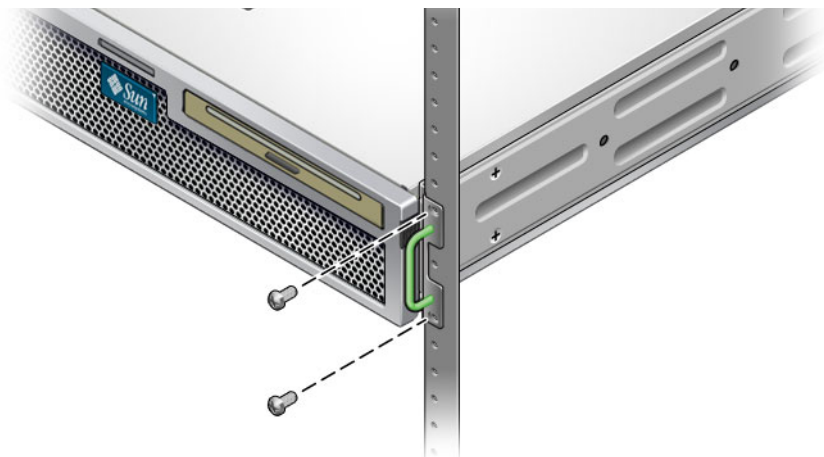

図 3-4 ラックへのサーバーの前面の固定
7. 各側面でねじを 2 本ずつ使用して、サーバーの側面に取り付けられたハードマウント固定部品の前面をラックの前面に固定します (図 3-4)。